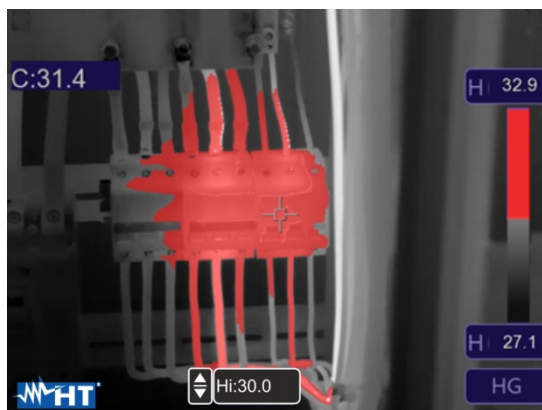

Fig. 37: Sélection isotherme Alarme au-dessus de la température
5. Touchez le champ « Hi » en bas de l'écran et utilisez les touches fléchées ▲ ou ▼ pour définir la valeur seuil de température **maximale** au-dessus de laquelle l'instrument affiche les points de l'image en rouge et les points restants en gris (voir Fig. 37)